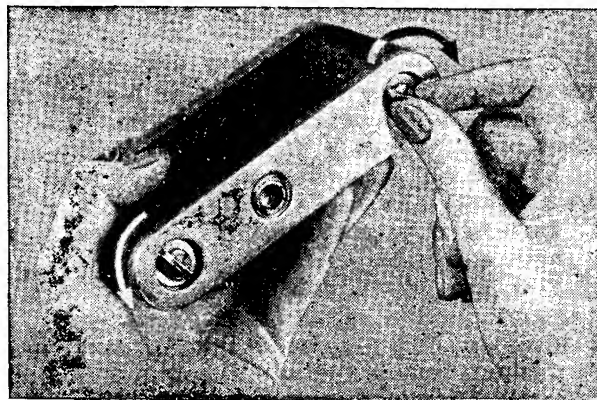

Рис. 4.
1. Возьмите фотоаппарат. Поднимите дужки замков и поверните их, как показано на рис. 4, на пол-оборота, до упора; нажимая большим пальцем, сдвиньте крышку, чтобы ее край вышел из паза корпуса.
1. Поднять вверх скобы обоих замков крышки фотоаппарата и повернуть их на пол-оборота, как показано на рис. 4, до упора.